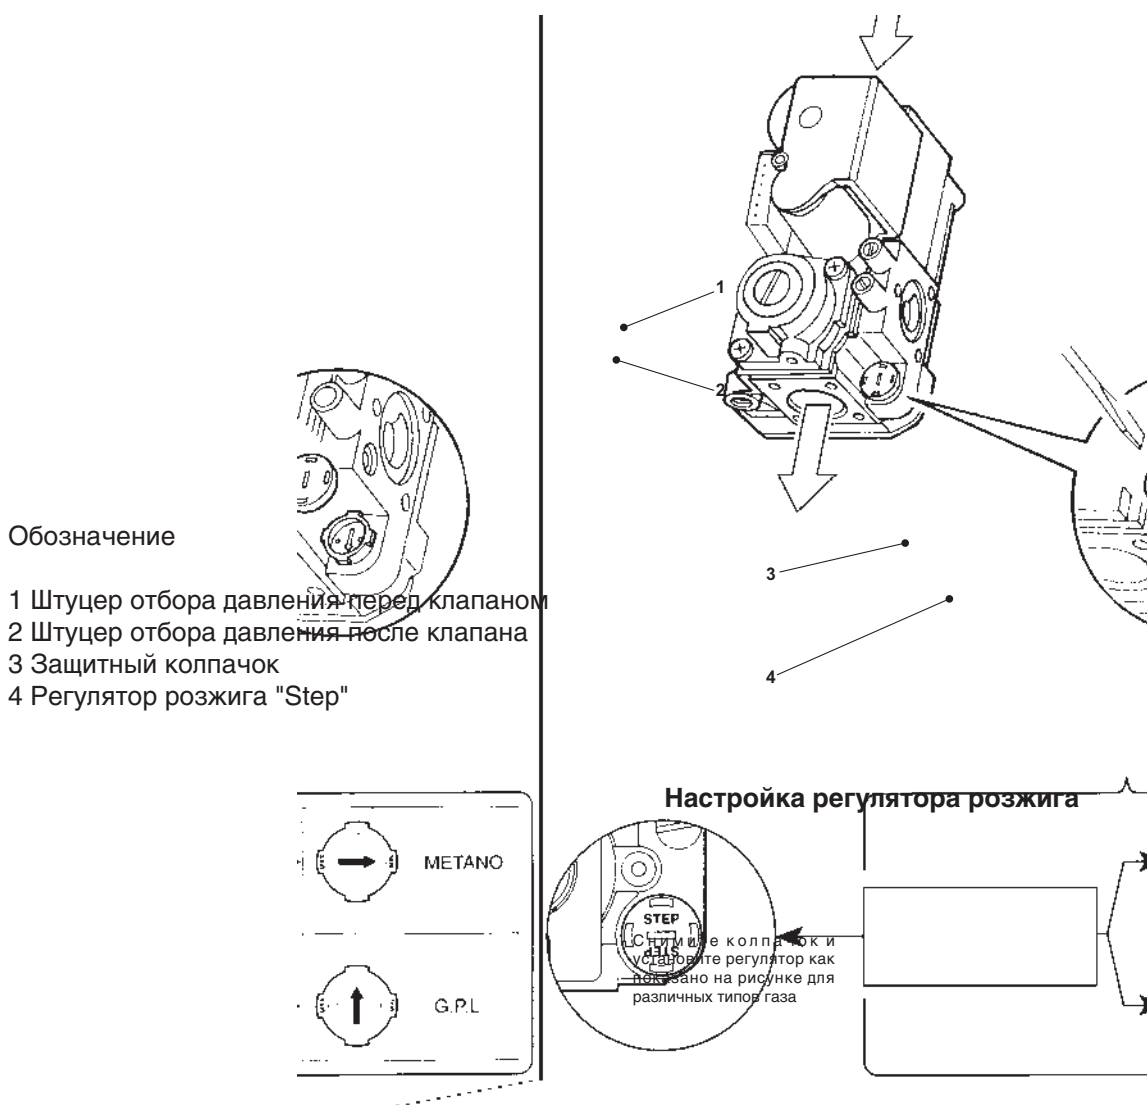

Рис. 12
- o Снимите с газового клапана защитный колпачок 3 (см. рис. 12).